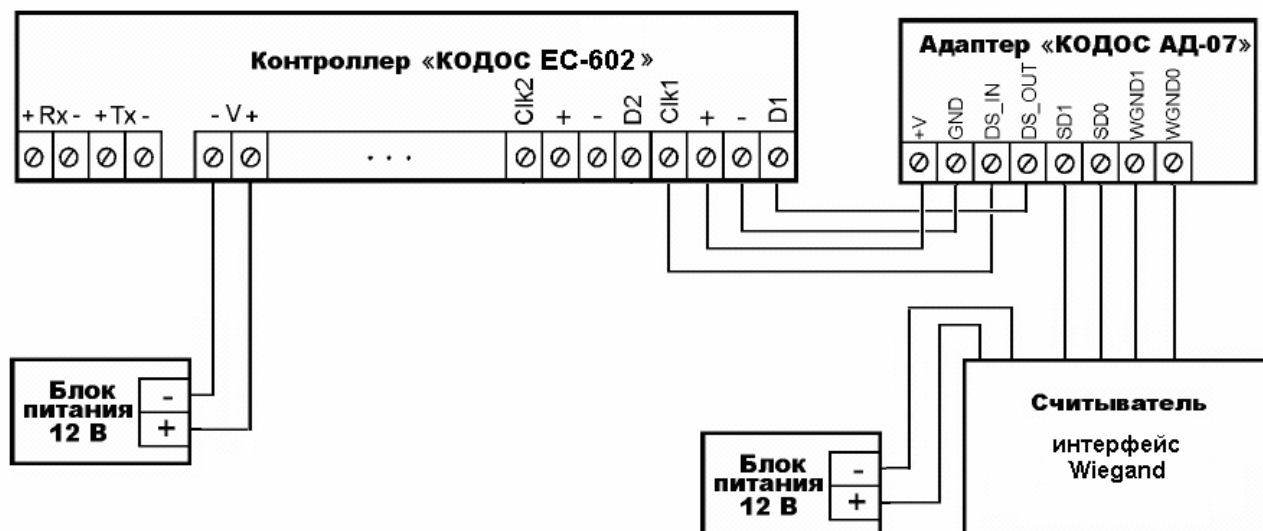

Рис.2.1 Схема подключения считывателя через адаптер АД-07
Подключение считывателей, работающих по протоколу Wiegand, к контроллеру «КОДОС ЕС-602» осуществляется через адаптер АД-07. Он преобразует сигналы протокола Wiegand-26 (34) в специализированный протокол системы контроля доступа «КОДОС» (2-WIRE). Схема подключения приведена на рис.2.1
Схема подключения представлена на рис.2.1